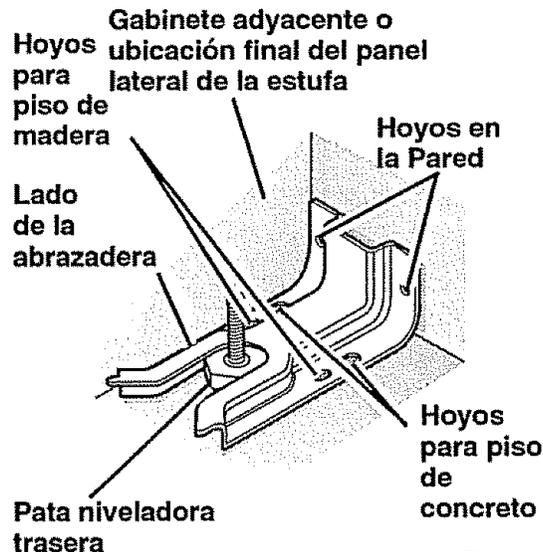

Fig. 1
- B. Use la abrazadera como un molde y marque las posiciones de 2 hoyos sobre la pared y las posiciones de 2 hoyos sobre el piso. Use los juegos de posiciones para madera o concreto dependiendo del tipo de piso. Vea la Fig. 1
- B. Revise para asegurarse que la abrazadera **CONTRA VOLCADURAS** esté instalada y enganchada correctamente. Saque el panel de abajo o el cajón e inspeccione la **PATA NIVELADORA TRASERA**. Asegúrese que esté firmemente bien colocada dentro de la ranura. Vea la Fig. 1.